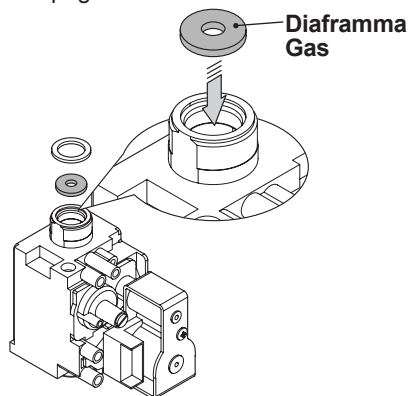

Figura 8.2
- Eseguire la trasformazione del tipo di gas sostituendo correttamente il diaframma gas (Figura 8.2) e l'elettrodo di accensione/rilevazione, facendo riferimento alla sezione "Dati tecnici M275V.2024 SM" a pag. 24, "Dati tecnici M275V.2428 SM" a pag. 28 e "Dati tecnici M275V.2832 SM" a pag. 32.